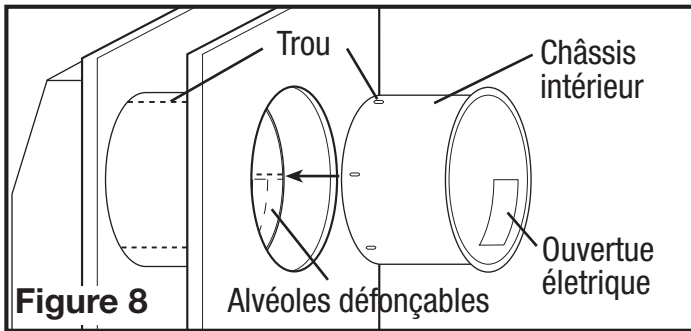

Figure 8
2. De l'intérieur de la maison, insérer le châssis intérieur dans le châssis extérieur jusqu'à ce qu'il soit serré contre le mur. Aligner les trois trous à l'extrémité du châssis intérieur avec les trois trous sur le châssis extérieur et fixer en place avec les 3 vis comprises de 1 cm (Figure 8).